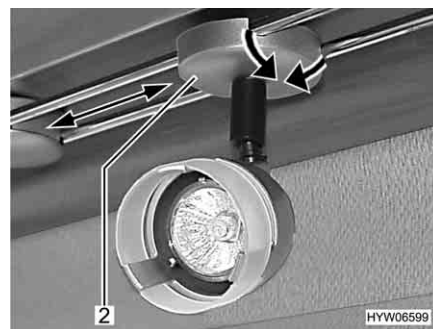

Fig. 83 Come posizionare il faretto
- Afferrare il supporto (Fig. 83,2).